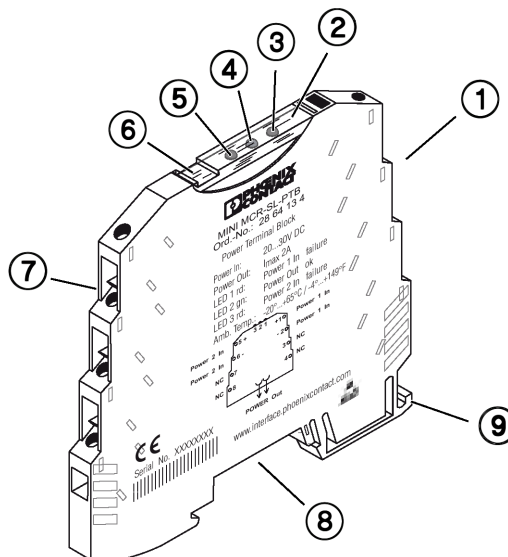

Fig. 1 Structure
Une LED verte (Fig. 1, pos. 4) se trouvant en face avant signale que la tension d'alimentation est présente sur le connecteur sur rail.
Des LED rouges (Fig. 1, pos. 3 et 5) signalent la polarisation inversée des tensions d'alimentation. Elles s'éteignent quand la tension d'alimentation est polarisée correctement.
Entrée (voir Fig. 1, pos. 1 et 7 (redondantes))